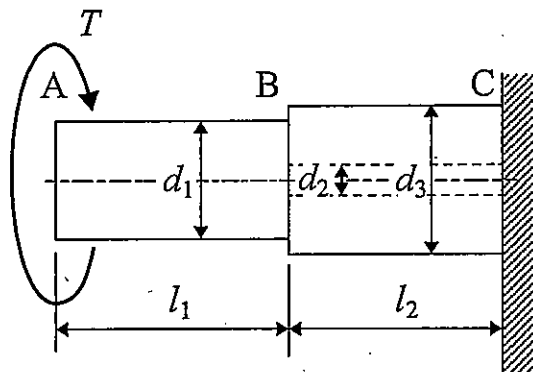

図 3
- 【3】 図3に示すように、中実軸 AB と、中空軸の中心に中実軸 AB とは異なる中実軸を挿入した組合せ軸 BC を、それぞれの中心軸が一致するように接合した段付丸棒がある。この段付丸棒の一端 C を剛体壁に固定し、他端 A にねじりモーメント T を与える。このとき、以下の問いに答えよ。ただし、各軸の直径と長さは図のとおりとし、中実軸 AB の横弾性係数を G_1 、組合せ軸 BC の中実軸と中空軸の横弾性係数をそれぞれ G_2 、 G_3 とする。また、組合せ軸 BC の中実軸と中空軸はともに変形し、そのねじれ角は等しいとする。
- (1) 中実軸 AB のねじれ角 θ_1 を求めよ。
- (2) 組合せ軸 BC の中実軸に加わるねじりモーメント T_2 と中空軸に加わるねじりモーメント T_3 の比 T_2/T_3 を求めよ。
- (3) 段付丸棒全体のねじれ角 θ を求めよ。